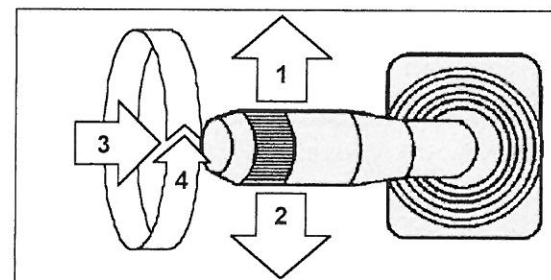

Abb. 16
19. SCHALTER FÜR LICHT / BLINKANLAGE / HUPE (Abb.16)